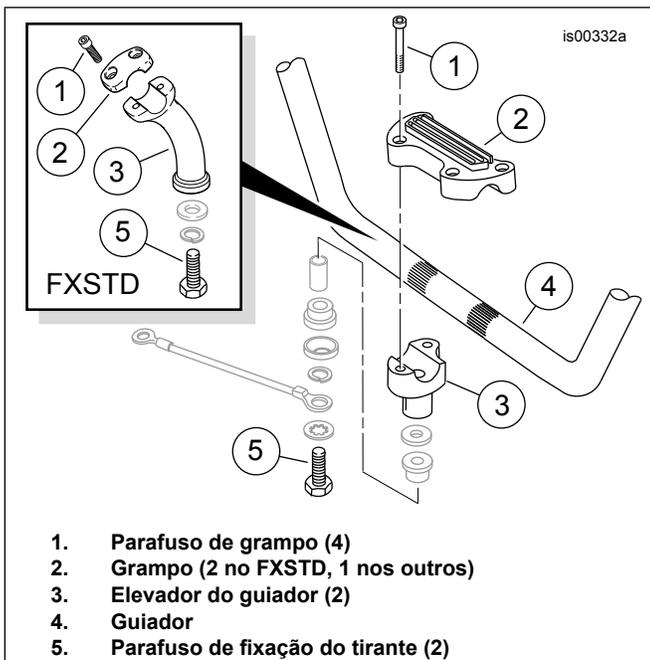
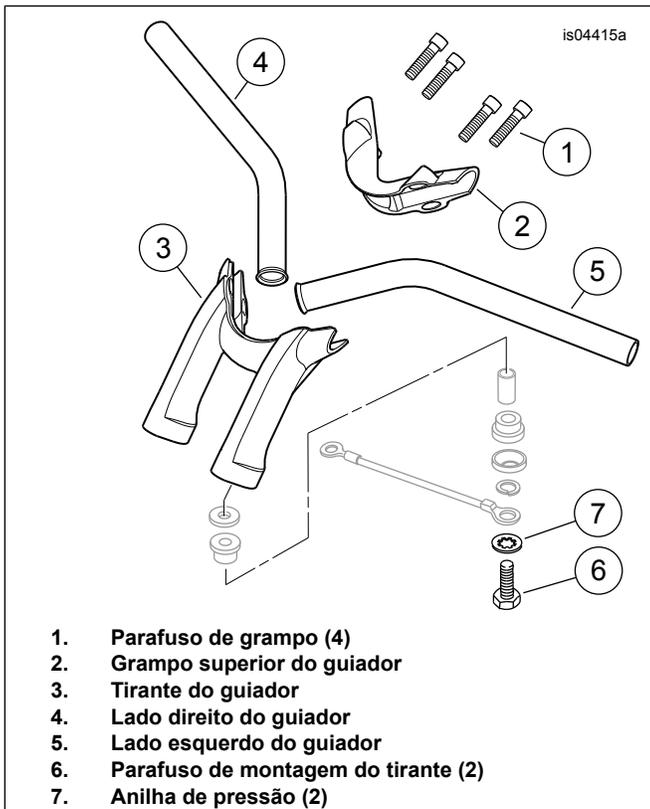

Figura 1. Grampos e Elevadores do Guiador (Modelos Dyna e Softail)
Figura 2. Grampo e Tirante do Guiador (Modelos Rocker)
12. **Para todos os modelos Dyna e Softail, EXCETO o Rocker (FXCW/C):** consulte o Figura 1 . Retire e descarte os parafusos (1), o grampo da parte superior (2) e o guiador (4). **Para modelos Rocker (FXCW/C):** consulte o Figura 2 . Remova e descarte os quatro parafusos Allen (1) que fixam o grampo da parte de cima do guiador (2) ao tirante (3). Remova e descarte o grampo. Remova o guiador (4 e 5) do motociclo.
14. **Para todos os modelos Dyna e Softail, EXCETO o Rocker (FXCW/C):** consulte o Figura 1 . Remova os dois parafusos de montagem do tirante (5) que se encontram por baixo do suporte da parte superior do garfo. Remova e descarte os tirantes do guiador (3), mas guarde os materiais de isolamento dos tirantes que sobrarem, a fim de poder reutilizá-los numa fase posterior da instalação. **Para modelos Rocker (FXCW/C):** consulte o Figura 2 . Remova e descarte os dois parafusos de montagem do tirante (6) e as anilhas de bloqueio (7) que se encontram por baixo do suporte da parte superior do garfo. Remova e descarte o tirante do guiador (3), mas guarde os materiais de isolamento dos tirantes que sobrarem, a fim de poder reutilizá-los numa fase posterior da instalação. **Para todos os modelos Dyna e Softail:** prossiga para a secção "NOVA CABLAGEM INTERNA DO GUIADOR" .